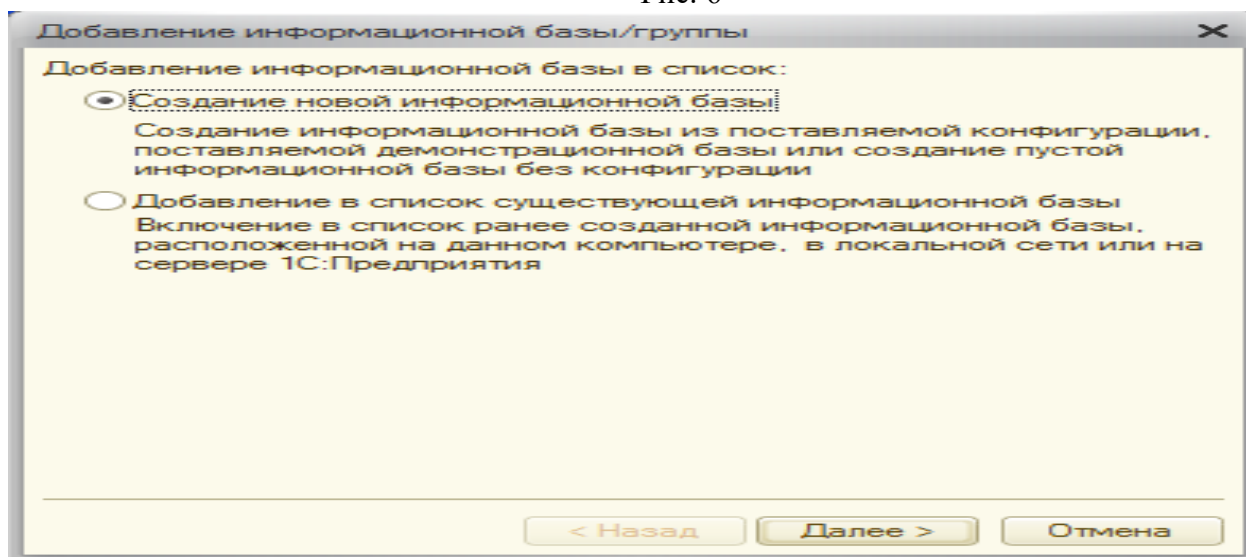

Рис. 7
3. В диалоговом окне **Добавление информационной базы/группы** установите переключатель *Создание новой информационной базы*, после чего щелкните на кнопке *Далее* - откроется диалоговое окно (рис. 7).